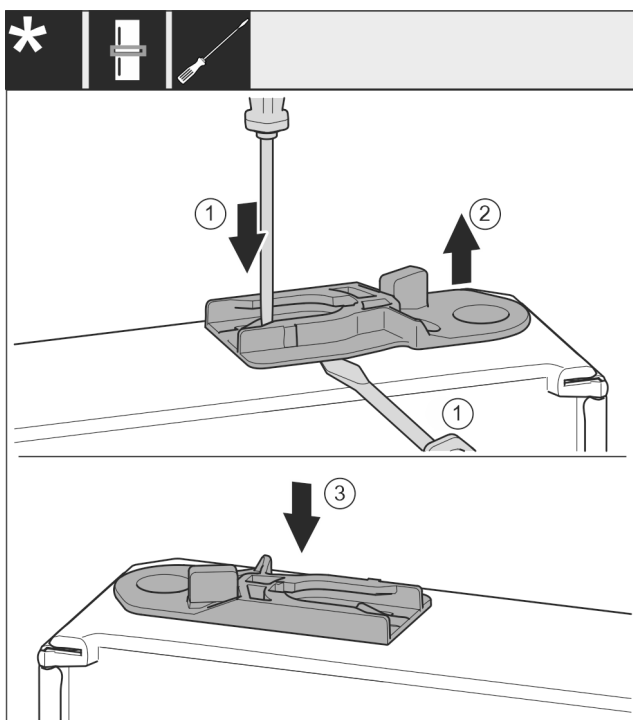

Fig. 38
- Estrarre la boccola di guida: premere la linguetta con il cacciavite a testa a intaglio e contemporaneamente spingerla con un cacciavite sotto la boccola di guida. Fig. 38 (1, 2)
- Inserire sull'altro lato dell'apparecchiatura la boccola di guida fornita in dotazione. Fig. 38 (3)